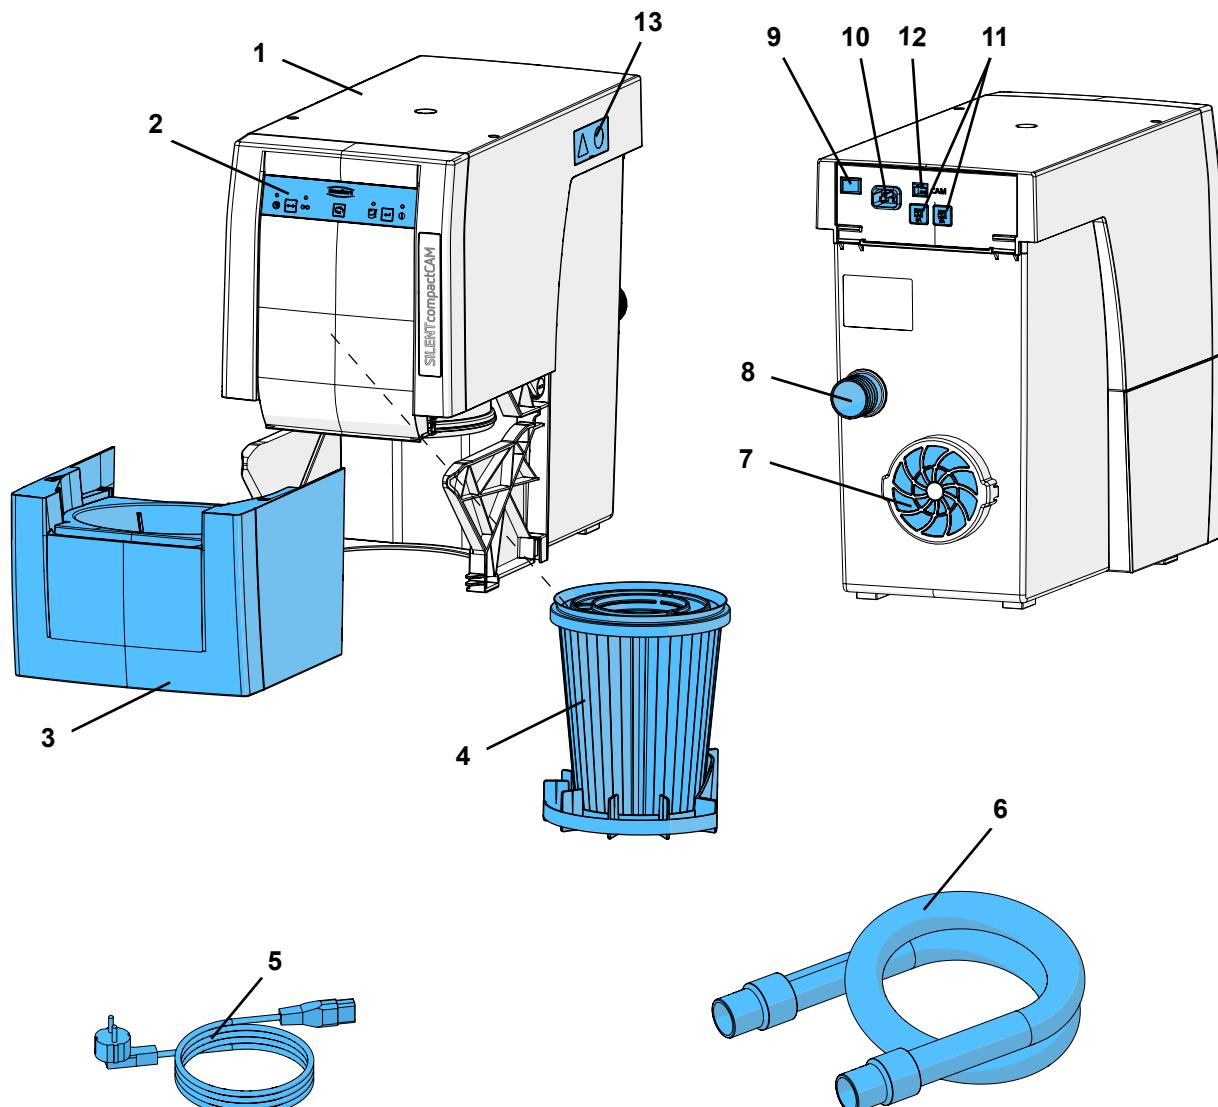

Fig. 1
- Abertura en la pareja posterior del armario, mín. 250 x 120 mm, directamente enfrente de la salida de aire de escape (7, Fig. 1).
⇒ Introducir el cable de red (5. Fig. 1) a la conexión de red (10).
⇒ Introducir el tubo de aspiración (6, Fig. 1) en la boca de succión (8).